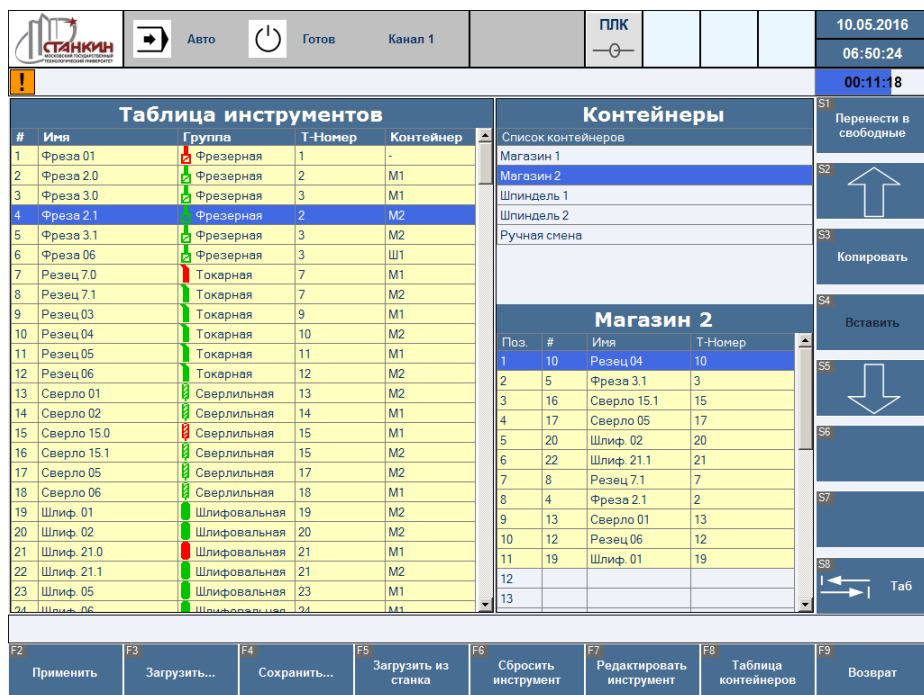

Рисунок 18 – Экран таблицы инструментов
Экран управления инструментами (Рисунок 18) содержит таблицу инструментов и контейнеров, используемых на станке. На экране также отображается содержимое контейнера, выделенного в секции «Контейнеры».
1. Если активно окно «Таблица инструментов» (Рисунок 18):